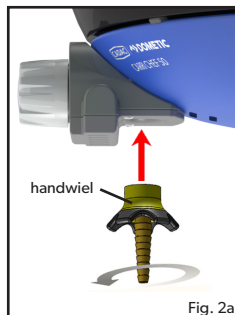

Fig. 2a
- **LET OP!** Houd bij het aandraaien van de sluitstukmoer het sluitstuk recht om gaslekken te voorkomen. Draai de moer aan met een passende moersleutel (Fig 2a).